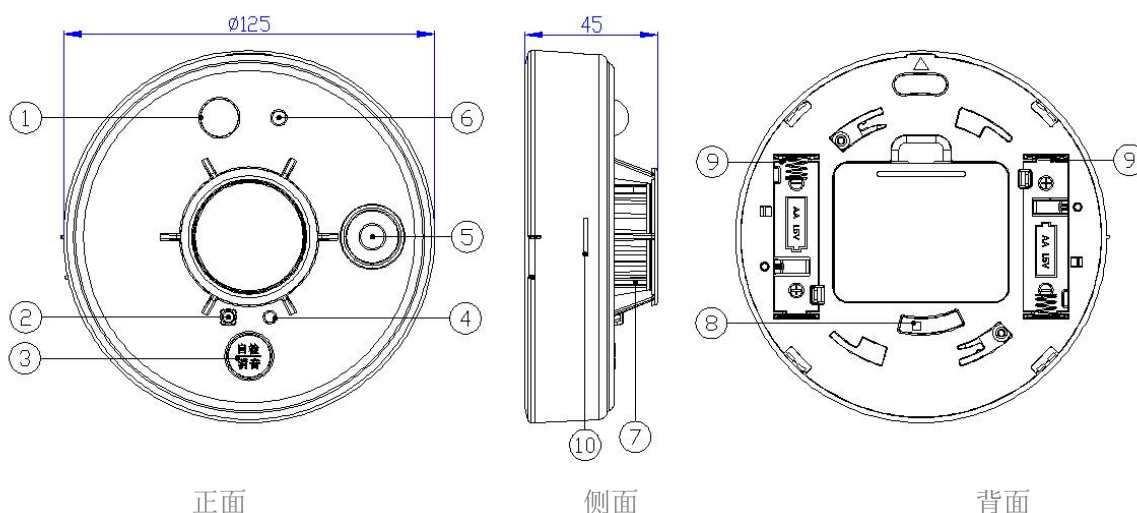

图 1-1
1. 将 2 节 3V 碱性电池装入报警器电池仓内【注意电池正负极】如图 1-1；
2. 按住自检按键 3S，LED 常亮，3S 后，报警器指示灯闪烁，蜂鸣器声音从小到大渐变地发出报警声，表示报警器工作正常。如不正常，应检查电池是否正确安装，如图 1-1；